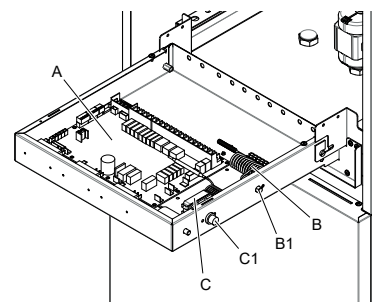

Abb. 12 - Innenansicht der elektrischen Schalttafel
- A** Hydronik-Platine (Abb. 12)
- B** Thermischer Sicherheitsschutz für einphasigen elektrischen Widerstand mit Taste zur manuellen Rückstellung (Det. B1 Abb. 12)
- C** Thermischer Sicherheitsschutz für dreiphasigen elektrischen Widerstand mit Taste zur manuellen Rückstellung (Det. C1 Abb. 12)